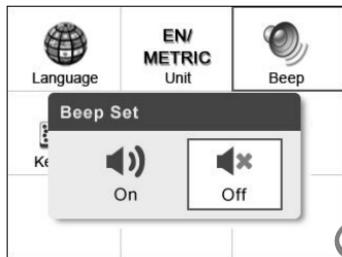

Рисунок 3.5
- 2) На экране Beep Set используйте кнопки прокрутки **ВЛЕВО/ВПРАВО** для выбора пункта ON или OFF для включения/выключения сигнала. (Рисунок 3.5)